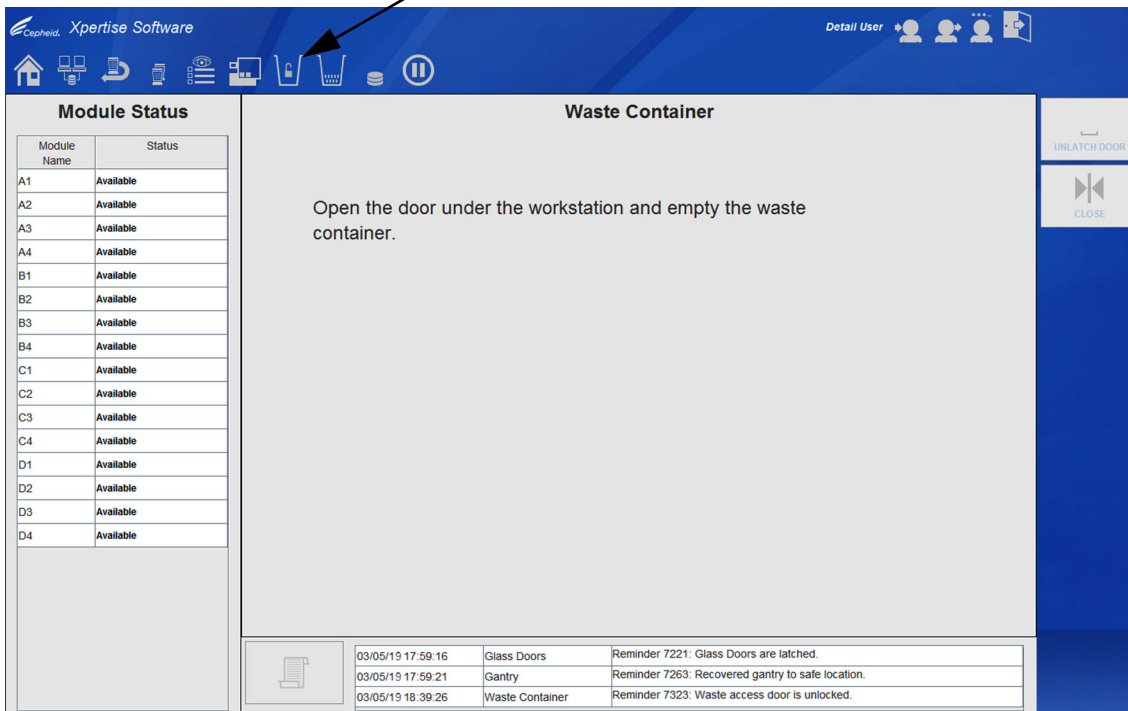

Figura 9-41. Área de trabalho Waste Container (Recipiente de resíduos) – abrir a porta do recipiente de resíduos
2. Selecione o botão **UNLATCH DOOR (DESTRANCAR A PORTA)** (ver Figura 9-40). Poderá ser apresentada por breves instantes uma barra de progresso, sendo depois apresentada uma segunda área de trabalho Waste Container (Recipiente de resíduos) com instruções para esvaziar o recipiente de resíduos. Ver Figura 9-41.
O sistema desbloqueia a porta de acesso aos resíduos e é apresentada a área de trabalho Waste Access Door (Porta de acesso aos resíduos) (ver Figura 9-41). Além disso, o ícone de **Waste Container Unlock (Desbloquear recipiente de resíduos)** é apresentado no painel de controlo da área de trabalho.
3. Siga as instruções fornecidas na área de trabalho (ver Figura 9-41) para abrir a porta de acesso e esvaziar o recipiente de resíduos.